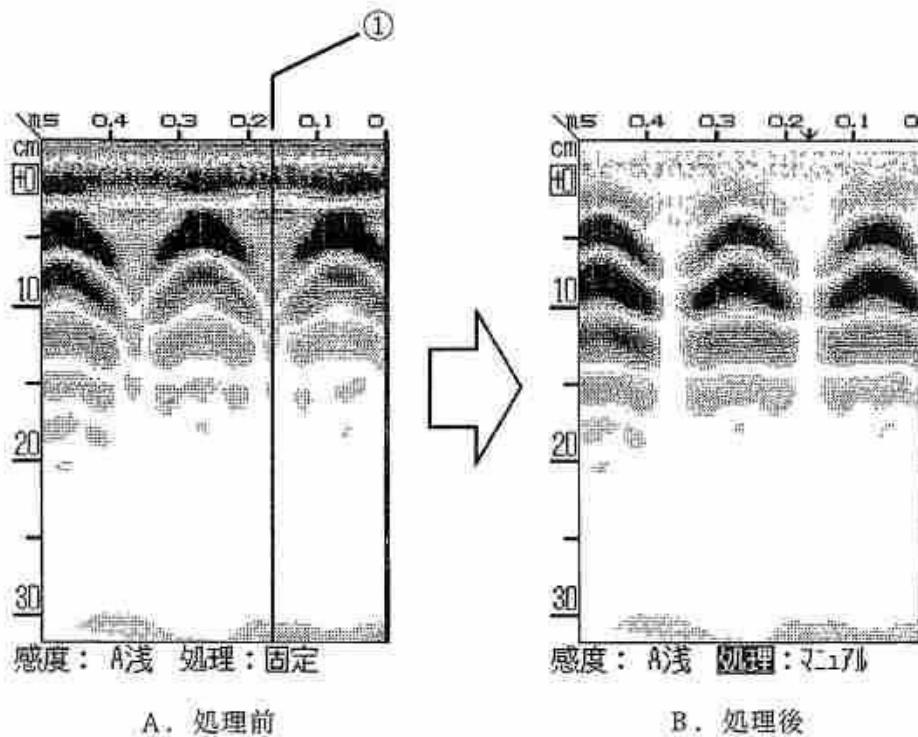

図3-16 マニュアル表面波処理
マニュアル表面波処理は、測定終了後の画面で、図3-16のAのようにコンクリート表面付近からの反射波の影響を取り除き切れないときに使用します。
- c) カーソルキー◀▶により無筋の所(図3-16のAの①)にカーソルを移動させ、マニュアル表面波(反射波)を選択します。
- d) [5]実行を押すことにより、カーソル位置の反射波を表面波としたマニュアル表面波処理が実行されます。このときカーソルのあった位置に“↓”の印が表示されます。(図3-16のB参照)